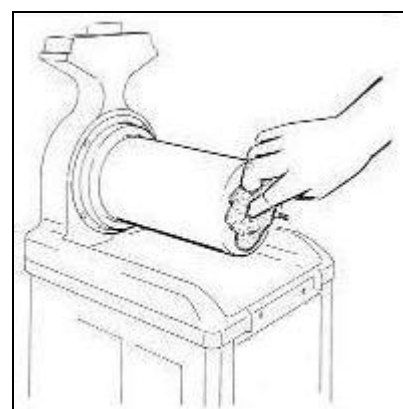

Fig. 19
- Lavare accuratamente l'evaporatore ed il piano raccogli condensa, rimuovendo ogni residuo di prodotto con una spugna pulita imbevuta di sanitizzante (vedi fig.19).